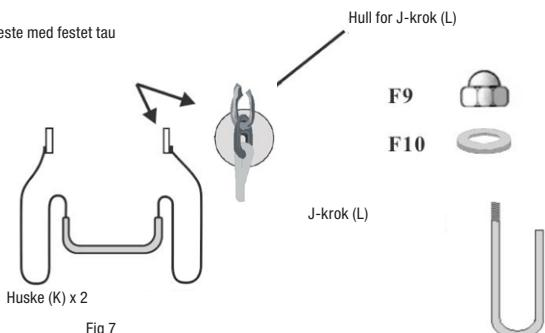
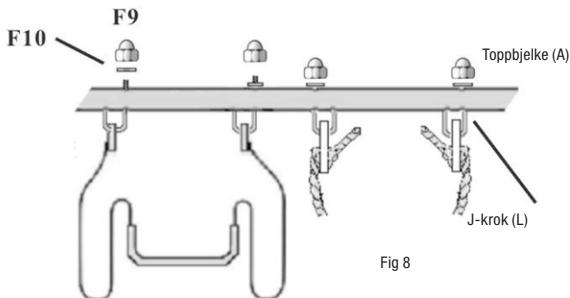

Fig 7
Fig 8
5. Monter tauhuskene (K) på beregnet plass på toppbjelken, se fig. 6. Stikk J-krokene (L) gjennom hullene i festet der tauet sitter fast, se fig. 7, og deretter gjennom toppbjelken. Fest med M8 skive (F10) og M8 hettemutter (F9), se fig. 8.